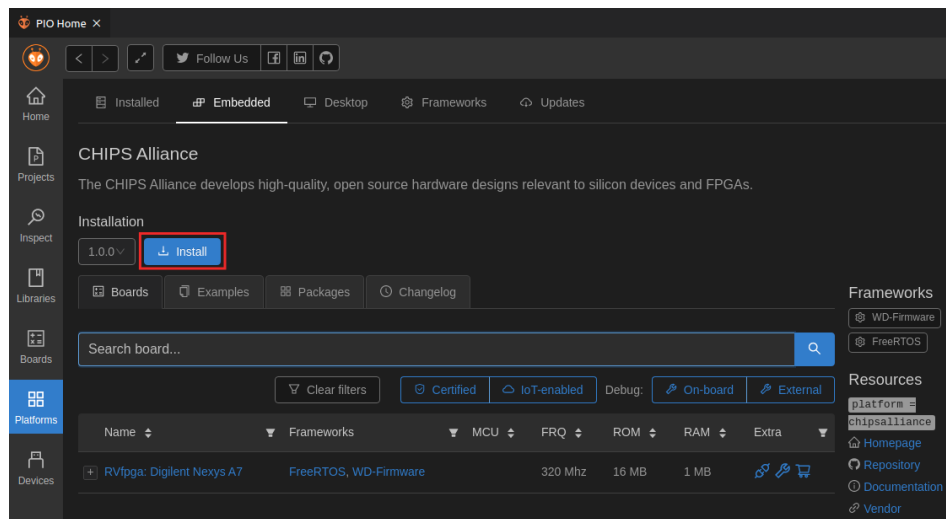

图42. 安装CHIPS Alliance平台
- 单击  按钮后，将看到有关Chips Alliance平台的详细信息（如图42所示）。单击  按钮进行安装（图42）。